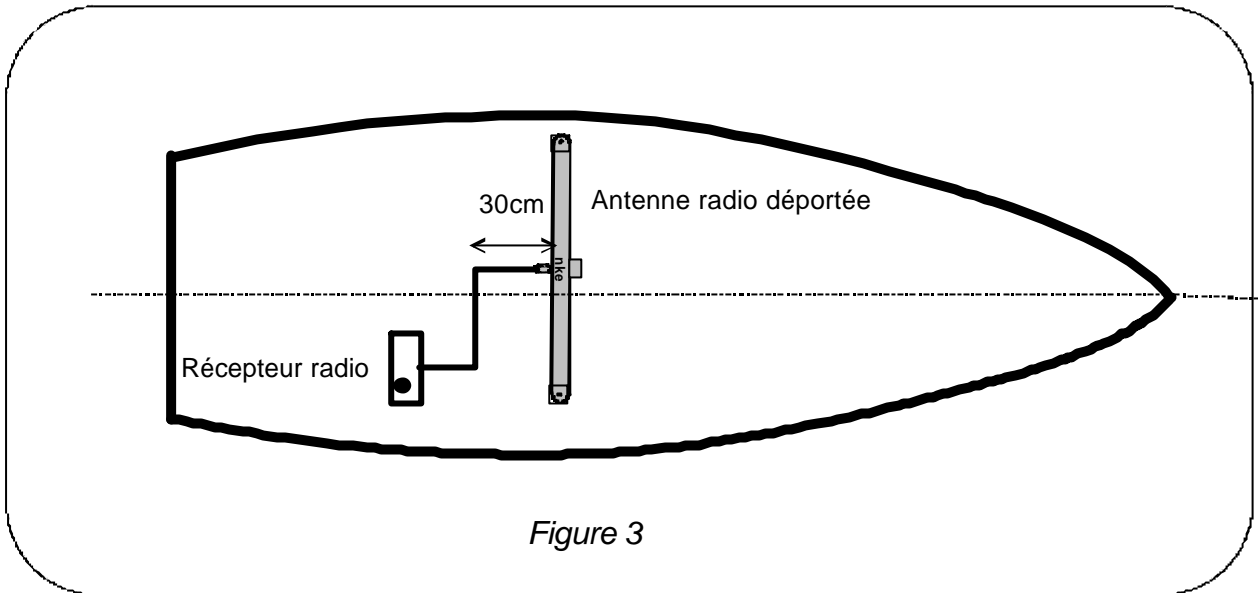

Figure 3
- ? La sortie de câble de l'antenne déportée, doit cheminer perpendiculairement à l'antenne, sur une longueur d'au moins 30cm (figure 3).